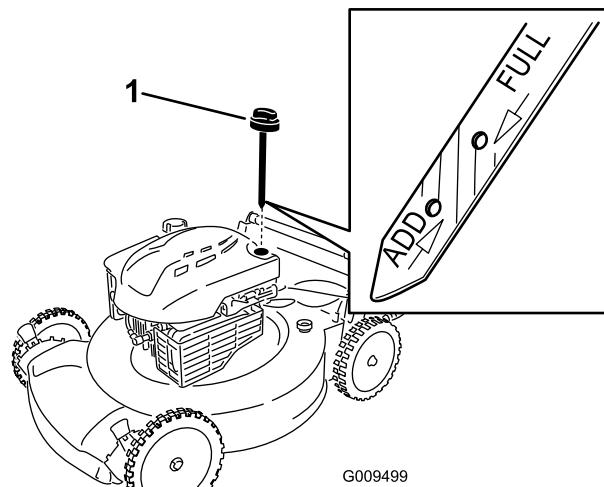

Figura 12
2. Retire la varilla (**Figura 12**).
5. Observe en la varilla el nivel de aceite (Figura 12).
minutos, y repita los pasos 3 a 5 hasta que el nivel llegue a la marca Lleno de la varilla (Figura 12).